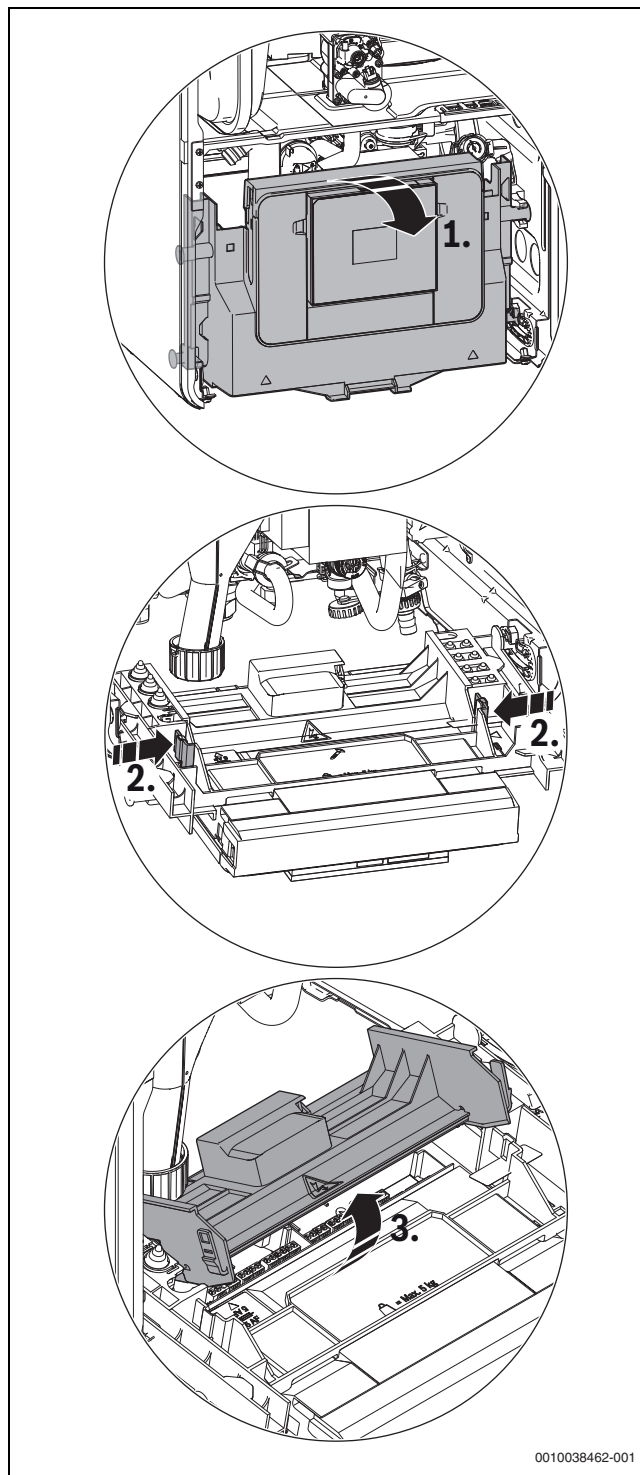

Fig. 38 Ouverture du cache
- Rabattre l'appareil de commande (→ fig. 38).